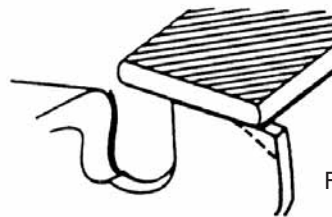

Fig. 4-4
- 4) Arrotondare l'angolo anteriore per conservare la forma originale del calibro di profondità dopo aver usato il calibro. Realizzare sempre la profondità del calibro di profondità consigliata e indicata nel manuale di manutenzione o nel manuale per l'operatore della motosega. (Fig. 4-4)